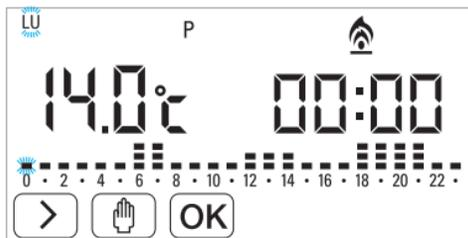

fig. 28
12.4 Dopo aver premuto il tasto touch OK abbiamo fig.28